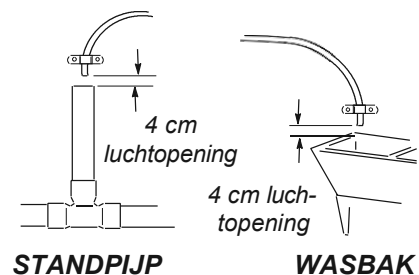

FIG. 9
11. Leid de afvoerslang naar de afvoer/riolering en bevestig deze. De ontharder kan zijn afvalwater tot maximaal 2,5 meter omhoog afvoeren. Zorg voor een luchtopening om het eventueel terugstromen van het rioolwater te voorkomen. (FIG. 9)